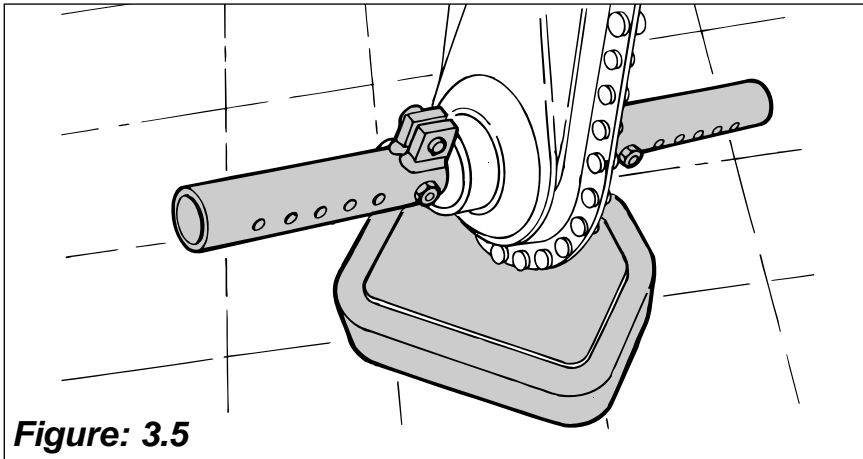

Figure: 3.5
5) Placez les deux tubes de moyeu sur l'axe de sortie du pont. Mettez le contre poids avant sous la transmission (Figure: 3.5).